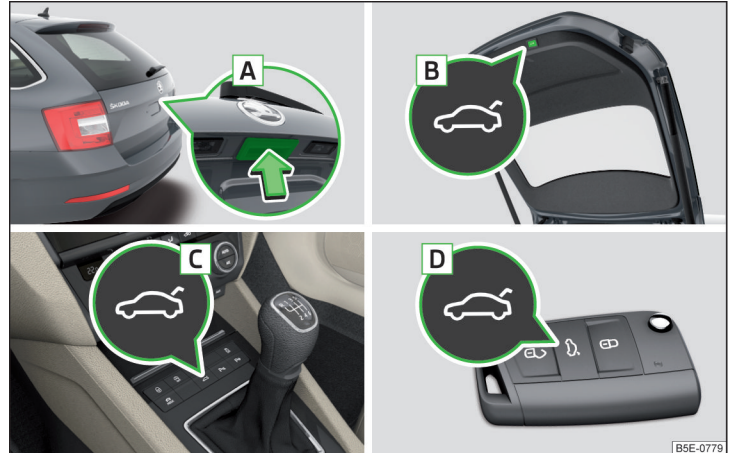

Abb. 59 Klappenbedienung
- ▶ Durch das Drücken des Griffs **A** » Abb. 59.
- ▶ Durch das Drücken der Taste **B** » Abb. 59.
- › Die Taste **B** » **Abb. 59 auf Seite 70** gedrückt halten, bis ein akustisches Signal ertönt.
Die Klappe reagiert nicht auf ein Öffnungssignal	Entfernen eines eventuellen Hindernisses (z. B. Schnee), erneutes Öffnen der Klappe » Seite 70 Drücken des Griffs A » Abb. 59 auf Seite 70 und Ziehen der Klappe nach oben